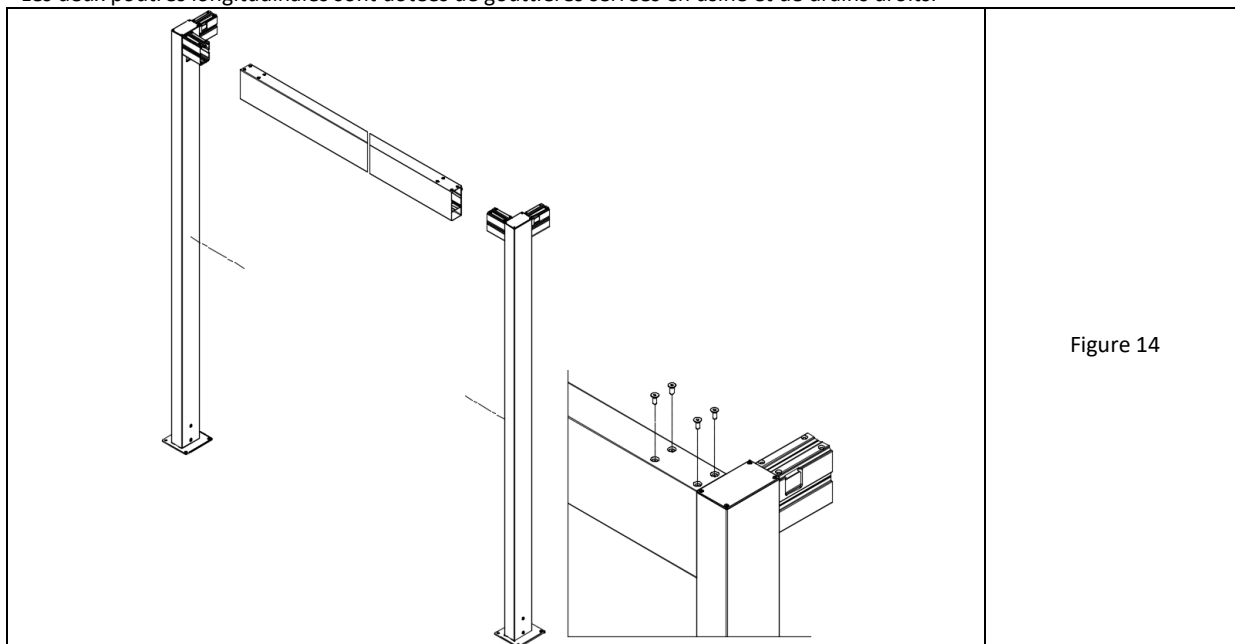

Figure 14
1. Placez les poteaux avec le pied pré-serrée dans les chambres de poutre transversales avec leurs os des deux côtés et les vissez ensemble à partir du haut de la chambre de poutre comme indiqué dans la Fig. 14 en utilisant des vis à tête fraisée M8 x 20 avec une douille à six pans creux. Veillez à assembler les poteaux avec la disposition correcte des pieds. Faites en sorte que les deux traverses forment deux cadres plats. Un cadre correctement assemblé présente une languette d'étanchéité sur la traverse du côté des os dépassant des poteaux.